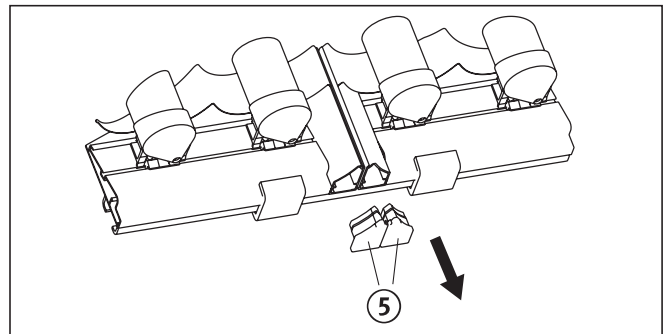

Abb. 8.3 Originalstopfen entfernen
- Entfernen Sie die Originalstopfen aus dem rechten und linken Kollektorrahmenprofil (Abb. 8.3, Pos. 5)